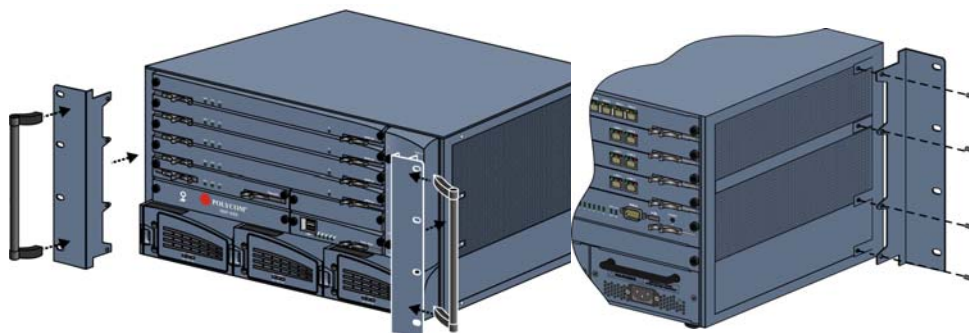

図 1-5 ハンドル/ブラケットの取り付けおよび 23 インチブラケット取り付け背面の詳細
- 2 取り外し後、*Rack Installation Accessories*（ラック取り付け付属品）キットに含まれている 23 インチブラケットを取り付け、ハンドルを 23 インチブラケットに取り付け直します。図 1-5 を参照してください。